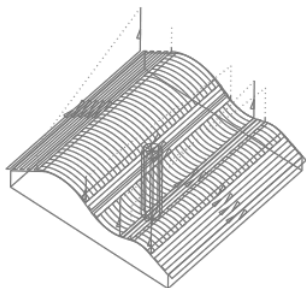

图 3.5.19 刀具行走路线
Step8. 单击“播放路径”对话框中的  按钮, 可以观察刀具的行走路线, 如图 3.5.19 所示。
说明 1: 从图 3.5.19 中可以看出, 该刀具不是进行分层铣削, 而是采用一次走刀完成, 而且调整后的相邻曲面的刀具路径是互相垂直的, 该方式主要用于精加工。